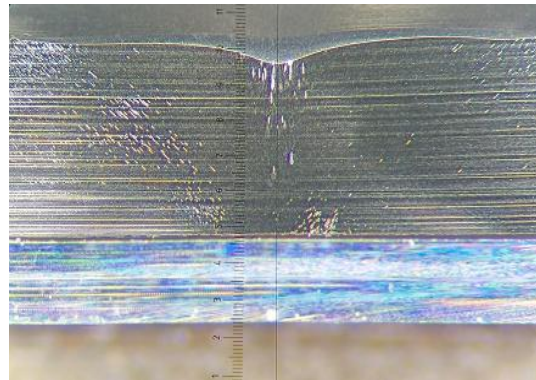

图 4
- c) 顺时针旋转样品台前端的旋钮，样品会逐渐靠近金属挡板，留下 1~2 个刻度的距离，如图 4；